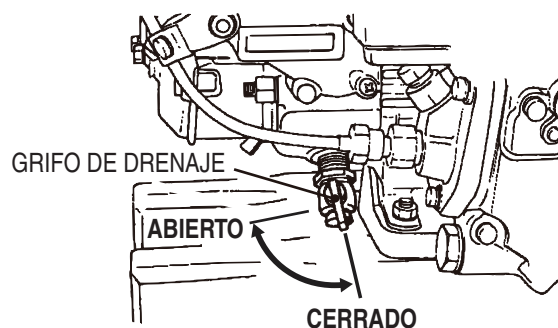

Figura 26. Grifo de drenaje del refrigerante
4. Si es necesario cambiar el refrigerante, coloque el grifo de drenaje en la posición abierta y drene el refrigerante que haya en un contenedor adecuado (Figura 26).